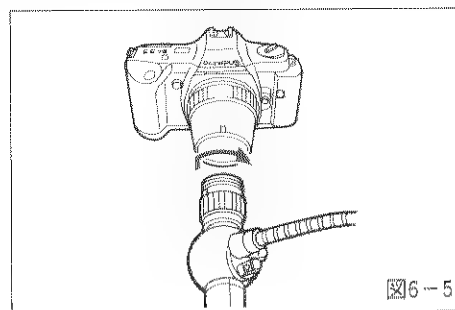

図6-5
1. スコープの接眼部未満の黄色指標の付いたピンと撮影アダプターの黄色指標を合わせて差し込みます。(図6-5)
2. カメラをスコープに軽く押し付けて右回りに止まるまで回します。(図6-5)